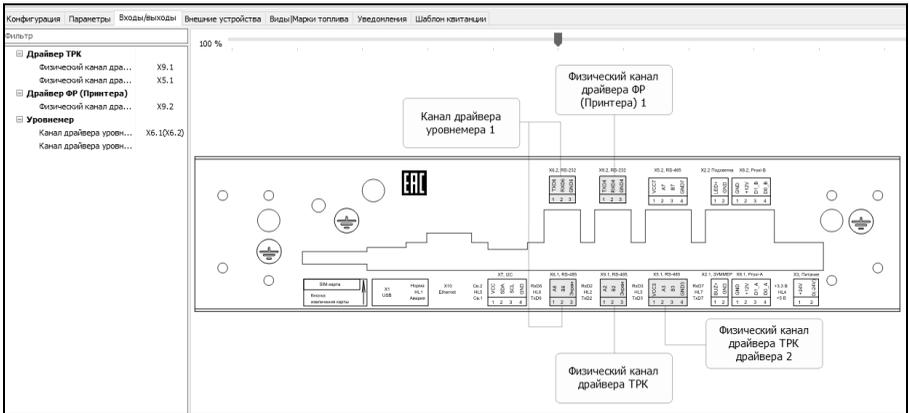

Рисунок 1
- на вкладке "Входы/выходы" (рисунок 1) имеется возможность изменения назначения входных и выходных цепей. В окне отображается внешний вид миникомпьютера с указанием устройств, подключаемых к его разъемам. Принтер по интерфейсу RS-485 можно подключить к миникомпьютеру вместо уровнемера, либо вместо блока сопряжения ведомой ТРК;